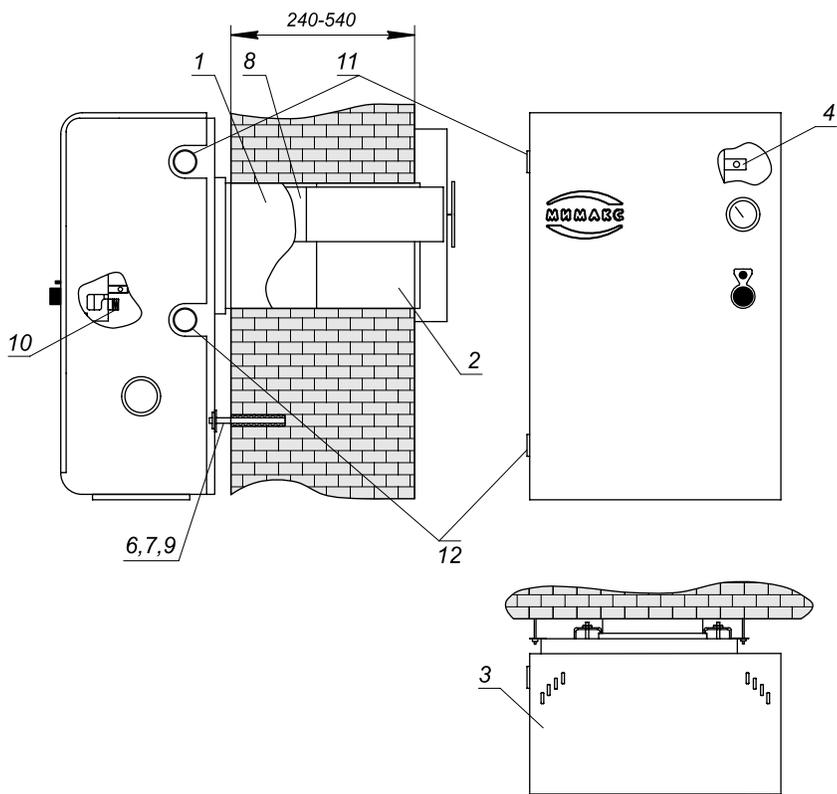
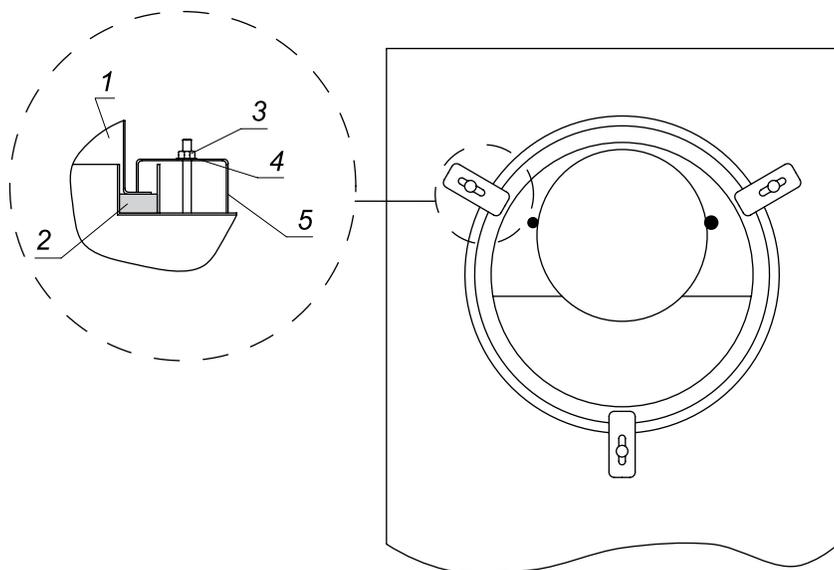

Рис. 2. Установка изделия «Мимакс» КСГ(П) и КСГВ(П)
Рис. 4. Схема крепления воздуховода
- 6.3. Установка изделия должна выполняться в соответствии с требованиями норм и стандартов, действующих в стране Покупателя, в такой последовательности (рис.2,3,4).
- 6.3.1. В наружной стене здания, согласно рис. 2, пробить горизонтальный канал диаметром 250 мм. С целью обеспечения возможности обслуживания дымовоздушного блока в процессе эксплуатации изделия рекомендуется разместить канал в непосредственной близости от окна. При этом необходимо учитывать, что для обеспечения установки и снятия изделия а также для снятия и установки газогорелочного устройства перед фронтом изделия на расстоянии не менее 1 м от стены не должно быть никаких строительных элементов или стационарно установленного оборудования.
- 6.3.2. Установить патрубок воздуховода 1 (рис. 2) горизонтально в канале так, чтобы торец выступал от внутренней плоскости стены на 20 мм и зафиксировать патрубок деревянными клиньями во избежание его деформации.
- 6.3.3. Установить газоход наружный (п.2, рис. 2) горизонтально в канале так, чтобы он выступал на 100 мм от стены, совместив его при этом с воздуховодом (п.1, рис. 2), и зафиксировать его деревянными клиньями. Разрывы в соединениях не допускаются.
- 6.3.6. Зафиксировать на стене три шпильки крепления изделия (рис. 2).
- 6.3.7. Установить патрубок дымохода (п. 8, рис. 2) на его газоход и зафиксировать его.
- 6.3.8. Установить изделие проушинами (п. 4) на шпильки крепления (п. 6, рис. 2), соединив при этом патрубок дымохода с фиксированным патрубком газохода наружного. Патрубок воздуховода (п. 1, рис. 2) разместить в кольцевом пазе изделия на прокладку (базальтовый шнур). Выставить вертикально изделие и закрепить его гайками (п. 9), обеспечивая при этом плотный и герметичный прижим изделия к воздуховоду. Установить прижимы и закрепить ими воздуховод в пазе изделия (рис. 4).